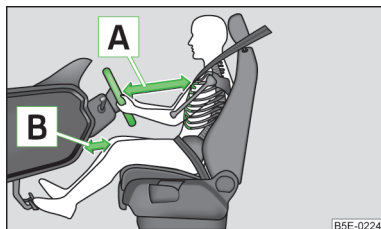

Fig. 116
- Ajustar el volante de tal modo que la distancia entre el volante y el esternón sea, como mínimo, de 25 cm  » fig. 116. Ajustar el asiento del conductor longitudinalmente de forma que la distancia de las piernas hasta el tablero de